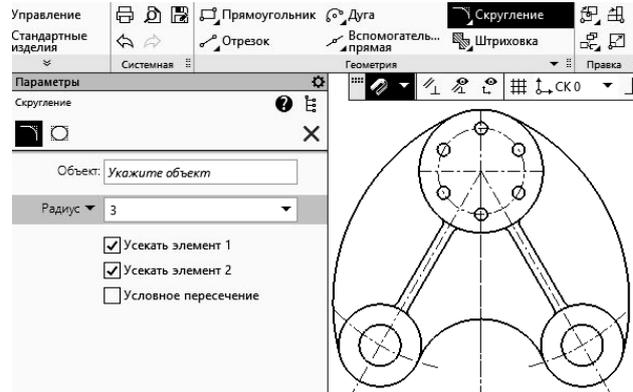

Рисунок 2.6 – Команда «Скругление»
8) постройте сопряжение прямых линий с окружностями радиусом 3 мм, используя команду **Геометрия / Скругление** (рисунок 2.6);